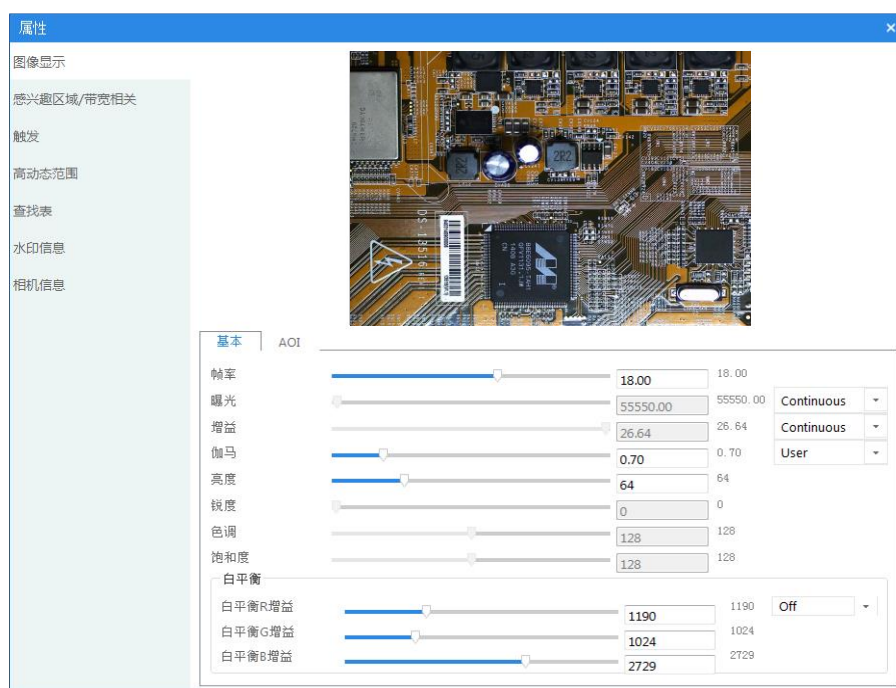

图3-5 展开设备属性
2. 在设备列表区选中设备后，在菜单栏依次点开设置→属性，即可打开设备的中文属性窗口，也可以对相机进行相应的配置操作，如图 3-5 所示。